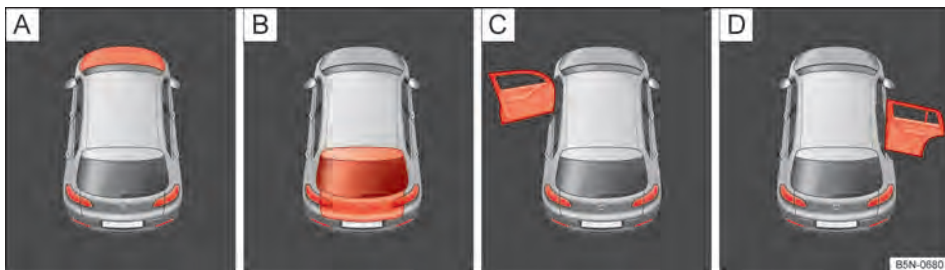

Fig. 13 No display do instrumento combinado: indicadores de status da tampa do compartimento do motor, da tampa traseira e das portas.
Indicadores de status Fig. 13:
- Portas, tampa do compartimento do motor e tampa traseira abertas ⇒ Fig. 13